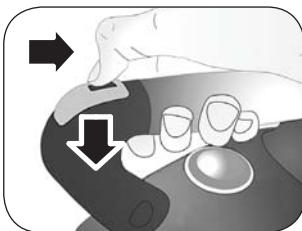

Abb. 6
- 1 Den Dampfregler (K) auf "+" stellen.
- 2 Die Bügeltemperatur am Bügeleisen-Temperaturregler (F) über das Symbol (•••) stellen.
- 3 Abwarten, bis sich die Kontrolllampe (C) des Bügeleisens ausgeschaltet hat.
- 4 Abwarten, dass sich die Kontrolllampe Dampfbereitschaft (M) einschaltet.
- 5 Den Dampfknopf drücken (D). Die Verriegelung (E) gegen den Griff (Abb. 6) schieben. Die Verriegelung für Dauerdampf (E) blockiert die Taste und sorgt damit für die Abgabe eines kontinuierlichen und konstanten Dampfstrahls.